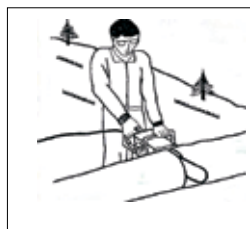

рис. 12
**Внимание!** Не вставляйте на бревно, любая его часть может покачаться, и Вы потеряете опору и контроль над пилой. При работе на склоне всегда располагайтесь сверху по склону (см.рис.12).